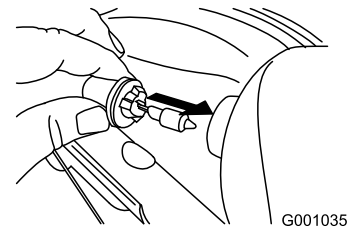

Figura 55
4. Instale una lámpara nueva en la parte trasera del faro (Figura 55).